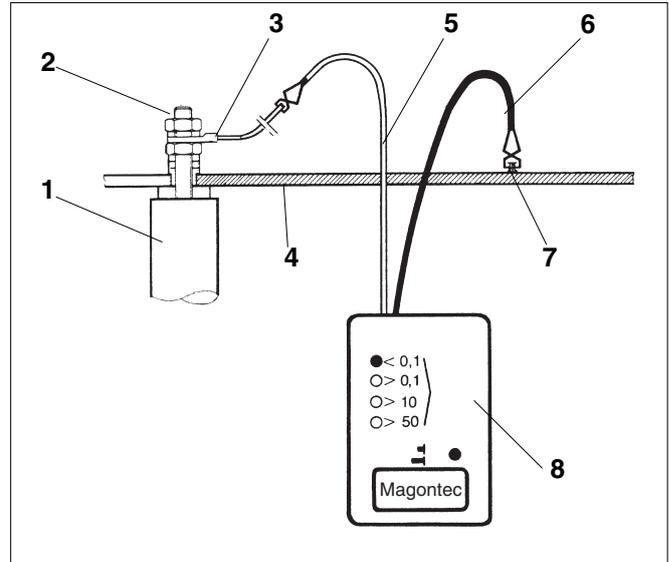
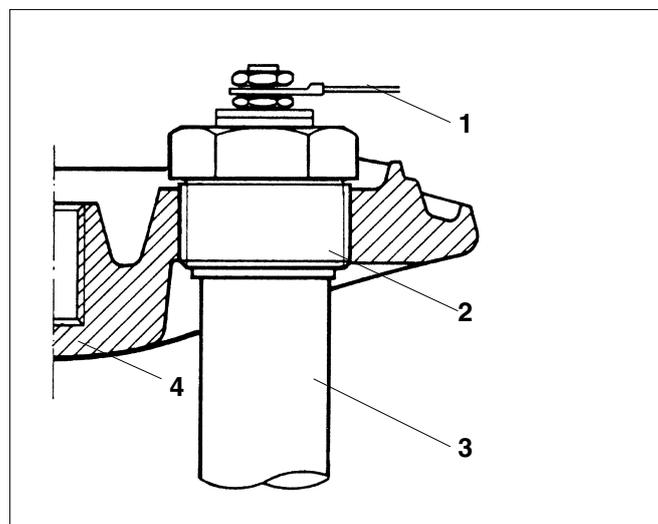

Abb. 2 Anodenprüfung mit Prüfgerät
Abb. 3 Einschraubung R1¼
Bei Verwendung eines Anodenprüfers (Abb. 2, Pos. 8) ist für die Schutzstrommessung der isolierte Einbau der Magnesiumanode Voraussetzung (Abb. 3 – Abb. 5). Bei H65W, HC/HT/H70, HC/HT/H110, S120, S120/5, SB120, SU300–400/5, SUB300, SM290–400/5 und SBB200 ist die Magnesiumanode nicht isoliert eingebaut (Abb. 7). Vor Inbetriebnahme des batteriegespeisten Prüfgeräts ist die Betriebsbereitschaft zu kontrollieren.
Das rote Messkabel (Abb. 2, Pos. 5) ist an die Anode, das schwarze (Abb. 2, Pos. 6) an den Speicher anzuschließen.
- Bei Erdungskabeln mit Stecker ist das rote Kabel am M8-Gewinde der Magnesiumanode anzuschließen (Abb. 2, Pos. 2).
Legende für Abb. 2: Anodenprüfung mit Prüfgerät
- ST / H / B / R 200–600 (Abb. 3).
- Erdungskabel an der Magnesiumanode (Abb. 3, Pos. 1) lösen.
- Magnesiumanode (Abb. 3, Pos. 3) mit Schraubenschlüssel SW 50 heraus-schrauben.
Legende für Abb. 3: Einschraubung R1¼
- Magnesiumanode (Abb.3, Pos. 3) mit Schraubenschlüssel SW 32 heraus-schrauben.